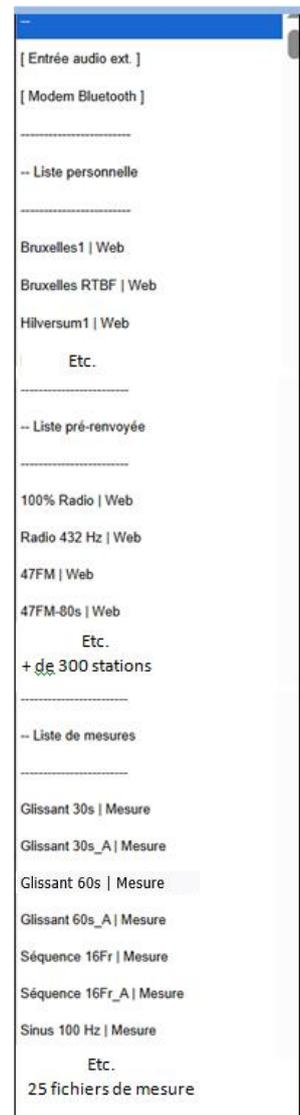

Figure VI-11 : organisation des listes de stations et sources audio
* **Station** : en face de chaque fréquence, sélection du nom de la station à diffuser à choisir parmi plus de 300 programmes et/ou celles créées par l'utilisateur et/ou celles d'autres sources (figure VI-11).